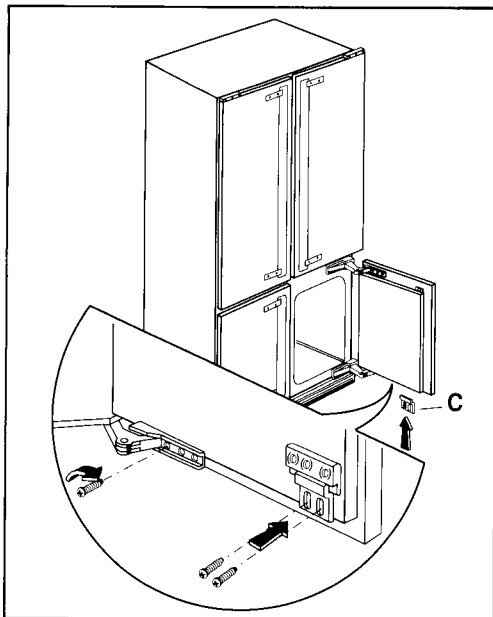

Fig. 6
- Applicare il tassello inferiore **C** con due viti e fissare la cerniera con una vite nell'asola verticale (Fig. 6).